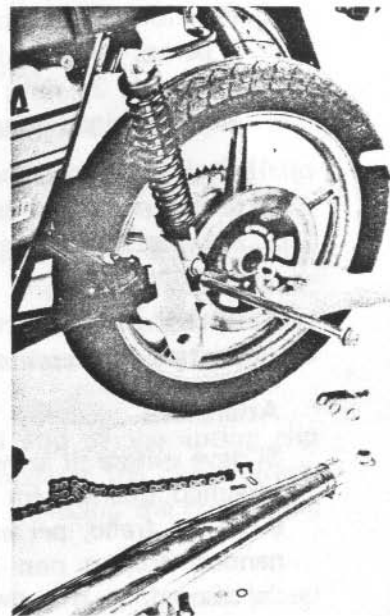

Fig. 45
- 4) Svitare uno dei due dadi del perno della ruota con una chiave da 24 mm e sfilare il perno, facendo attenzione ai distanziali posti da entrambi i lati e ai tendicatena che non vanno confusi tra loro e i cui bulloni di regolazione non vanno toccati (Fig. 45).
- 4) Undo one of the two nuts of the rear wheel spindle with a 24 mm spanner, and withdraw the spindle taking care of the spacers fitted to both sides of the wheel. Do not mix the chain tensioners and do not loosen or tighten the adjusting bolts (Fig. 45).